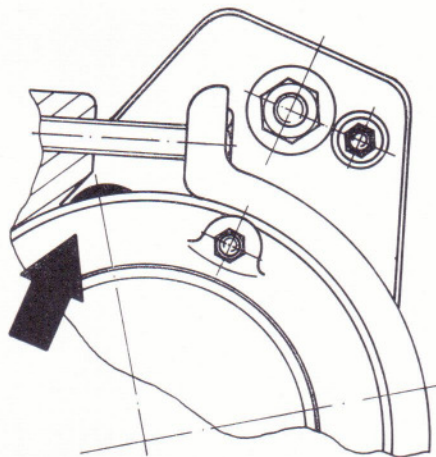

Bild 176
- Vor dem Festziehen der Befestigungsschrauben ist der Anlasser so zu drehen, daß die Schweißnaht des Polgehäuses unmittelbar am Kurbelgehäuse anliegt (Bild 176).